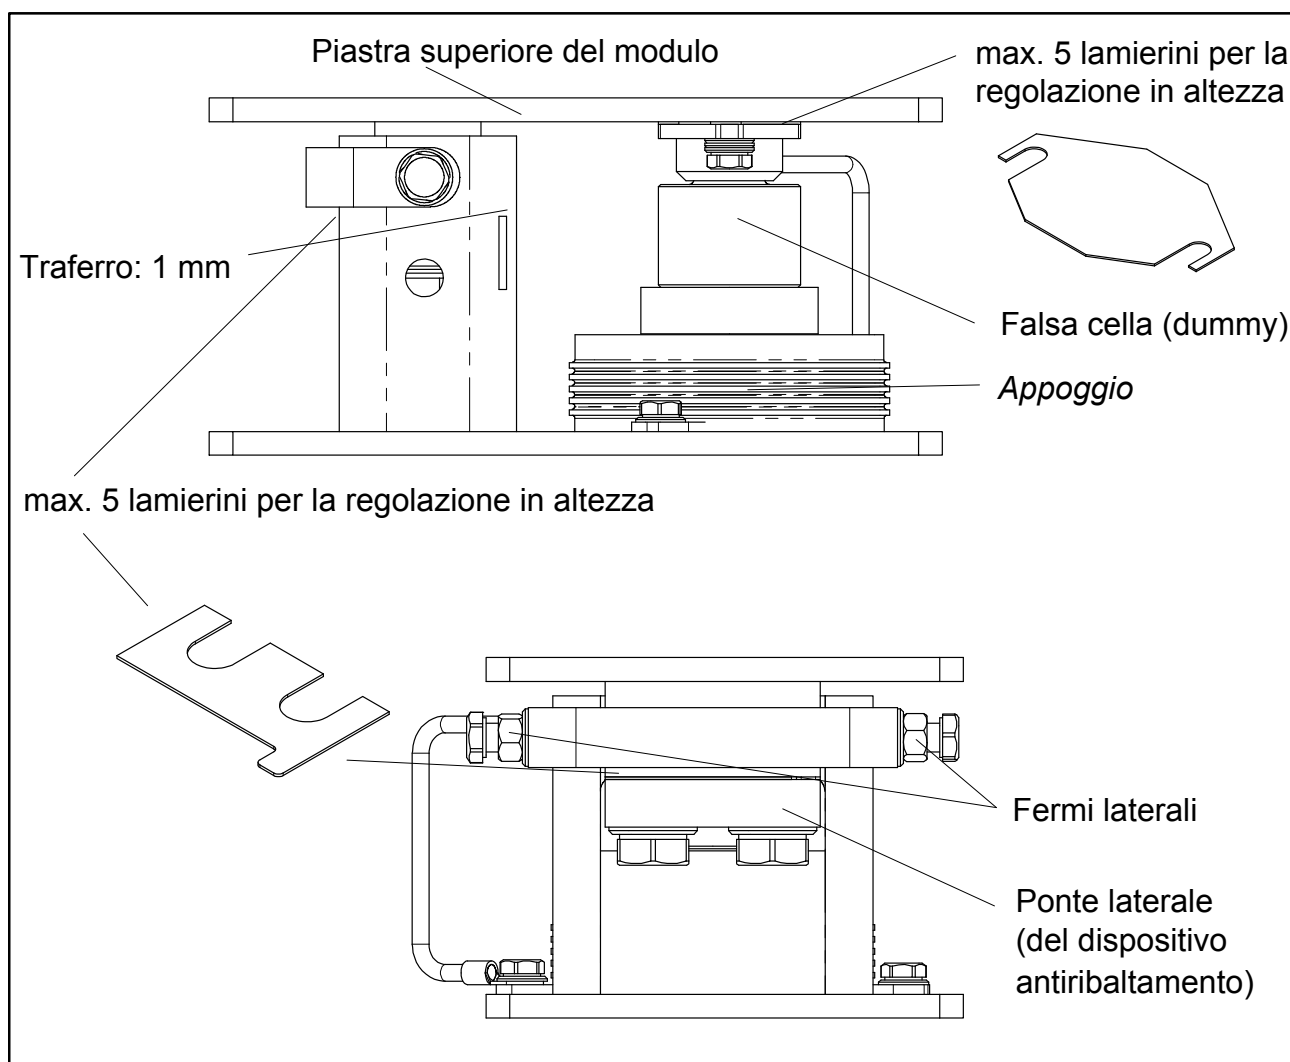

Fig. 7.2: Montaggio degli spessori per le versioni da 10 t ... 33 t
Montaggio celle di carico con forza nominale di 10 t, 22 t e 33 t (vedere Fig. 7.2):
- Allineare verticalmente il modulo, inserendo o togliendo i cinque lamierini spessi 1 mm, sopra l'appoggio superiore della cella di carico (v. Fig. 7.2).